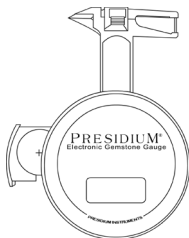

Рис. 1.1
2. Установите аккумулятор типа «CR 2032», 3В, в батарейный отсек стороной с положительным значком (+) верх. Задвиньте батарейный блок внутрь прибора (**Рис. 1.1**).